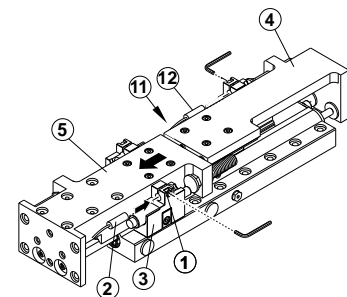

fig 4
Adjustment of limit switch (ES), fig 4
1. Desserrer la vis de serrage M2.5 (1).
2. Pousser le commutateur de fin de course (2) depuis l'arrière dans le guidage du bloc d'arrêt (3) jusqu'à la butée.